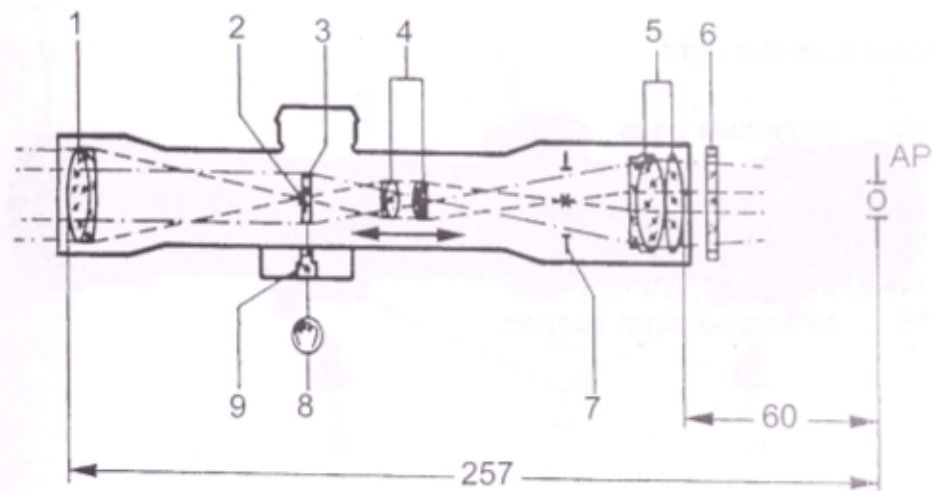

Fig. 3 FERRO-Z 24
1.5.3 Mechanical Structure (Fig. 3)